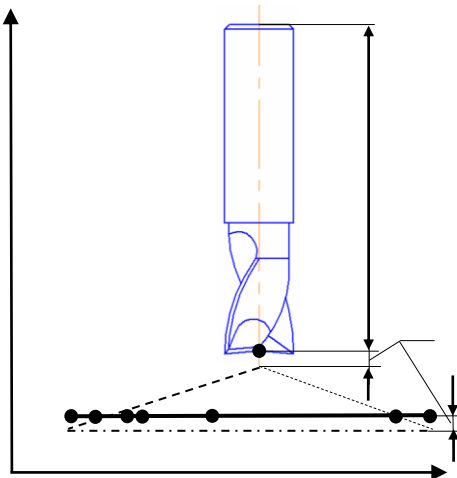

Рис. 6. Коррекция, ее виды и правила применения
3.7.1. Радиусная коррекция (рис. 6) используется для учета радиуса инструмента при построении эквидистантной линии реального перемещения инструмента. Позволяет программировать контур обработки без учета диаметра осевого инструмента.
3.7.2. Осевая коррекция используется для исправления величин перемещений параллельно одной из координатных осей. Значение коррекции (величина и знак) вводится в специально отведенную область памяти устройства. Функция **G43** означает ввод коррекции со своим знаком, а **G44** – с противоположным. Номер корректора задается в кадре под адресом **H**. Коррекция вводится перед адресом перемещения. Функции **G43** или **G44** действует до отмены. Отмена коррекции по функции **G49**. Пример изображен на рис.6.